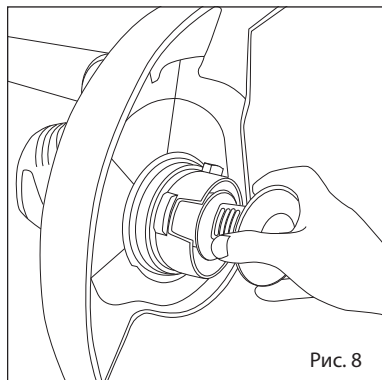

Рис. 8
2. Снять крышку катушки, для чего освободить ее из фиксаторов, нажав на соответствующие места на корпусе катушки (рисунок 8).